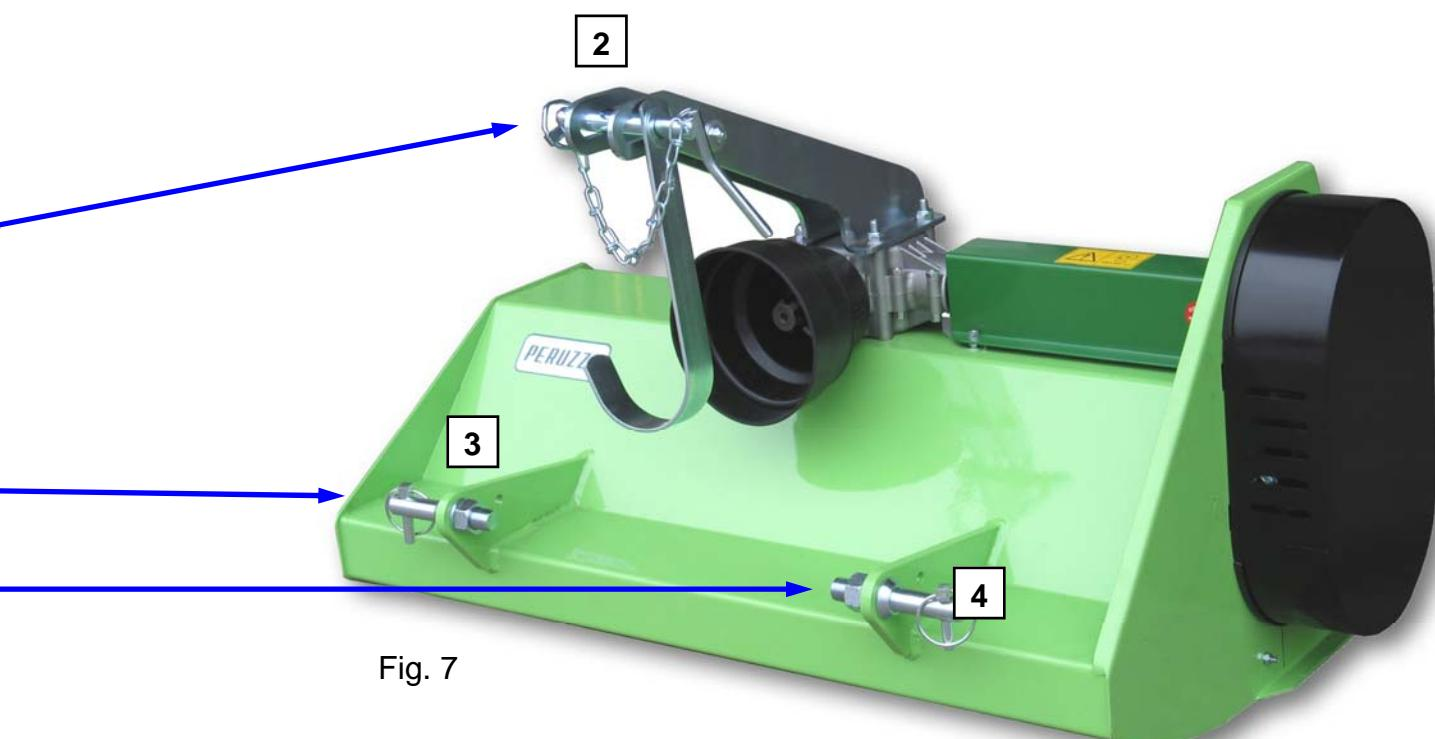

Fig. 7
- Approcher les barres du relevage hydraulique à l'attelage 3 points de la machine, en les faisant glisser à l'intérieur des supports de fixation . Dans le cas où les bras du relevage soient trop larges, dévisser les pivots (3-4) et les mettre à l'extérieur (voir fig. 2) Fig. 7 Enfiler le pivot et le bloquer à l'aide des goupilles. Placer le cardan en s'assurant qu'il soit bien bloqué sur la prise de force.
➔ Le troisième point doit travailler, ayant la machine en position horizontale et touchant le sol, au centre de la glissière de l'attelage 3 points, afin d'éviter des coups brusques ou saccades au troisième point en cas de terrain irrégulier. Fig. 7 A